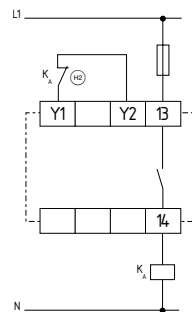

Fig. 14
**Comando de canal único com circuito de retorno (ver Fig. 14)**